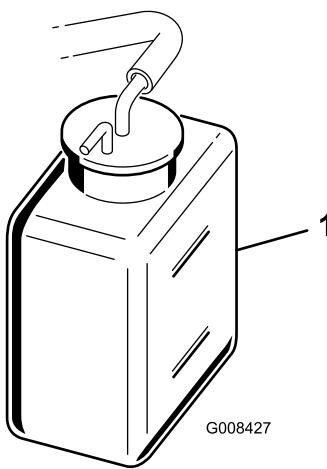

Рисунок 45
- Проверьте уровень охлаждающей жидкости (Рисунок 45).